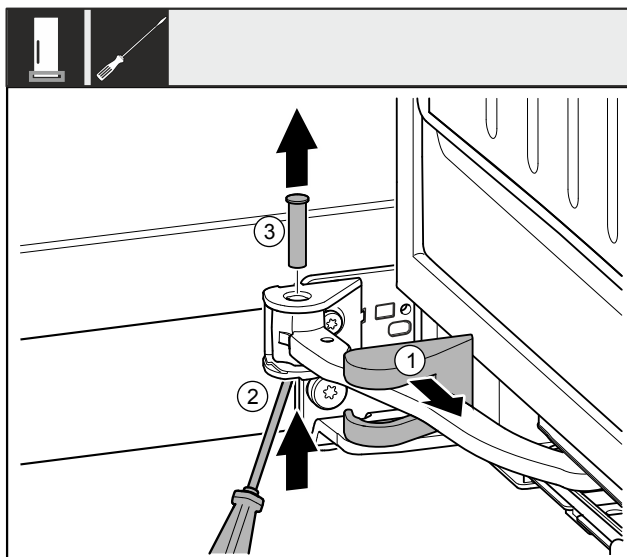

Fig. 9
- Stiahnite kryt ložiskovej konzoly Fig. 9 (1) a presuňte ho pozdĺž kĺbu.
- Nadvihnite čap Fig. 9 (2) zdola pomocou skrutkovača.
- Vytiahnite čap Fig. 9 (3) zhora.